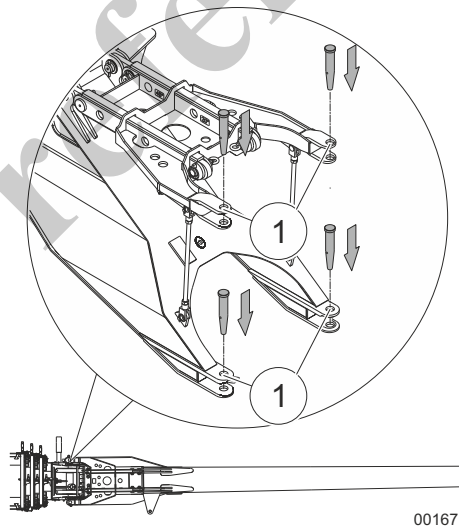

Fig. 137 Sujeción con pernos de la pluma de extremo
- 15 Emperne la pluma de extremo en la pluma telescópica en las posiciones de los pernos (1, Fig. 137) y sujétela firmemente con los pernos de bloqueo.